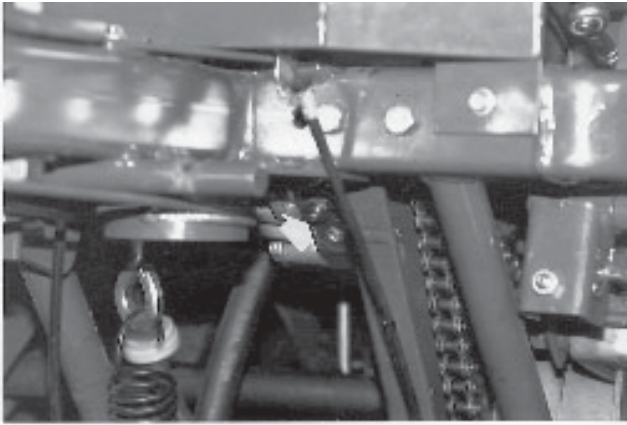

Fig.2
- B. Push in hydrostat bypass valve button. See Figure 2 (at arrow).
- B. De knop voor hydrostaat omleidingssklep indrukken. Zie Afbeelding 2 (bij pijltje).
- B. Enfoncez le bouton de soupape de dérivation de mécanisme hydrostatique. Voir Figure 2 (flèche).